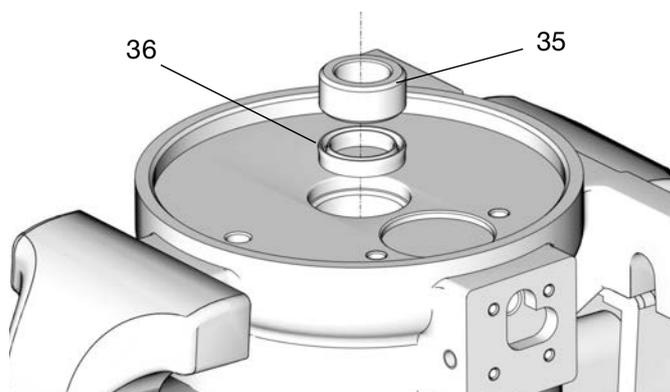

FIG. 27
1. Installare una guarnizione a U (36) con i labbri rivolti verso l'alto e la boccola (35) nel cilindro dell'aria (3) (FIG. 27).